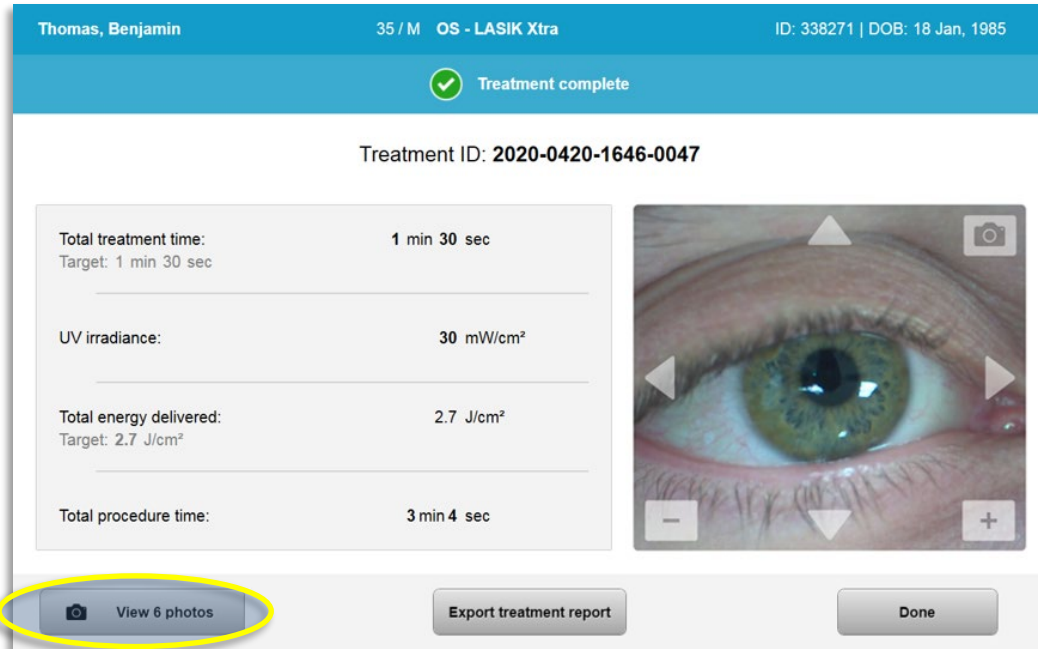

Bild 3-32. Skärmen "Behandling slutförd" (Treatment complete)
- När behandlingen är klar visas en sammanfattning av behandlingsparametrarna, och skärmen kommer att visa "Behandling slutförd" (Treatment complete), vilket visas på bild 3-32.
- Välj "Visa foton" (View photos) för att öppna fotogalleriet, vilket visas på bild 3-32.